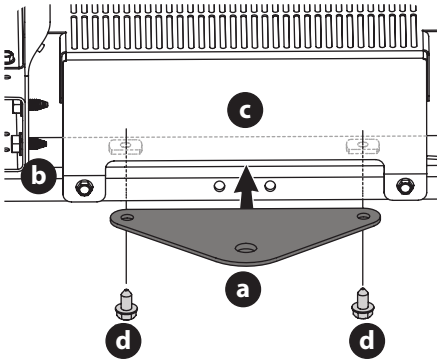

Figure 14
1. Faites glisser la plaque d'attelage (a) entre le châssis (b) et le couvercle arrière (c) de votre appareil (Figure 14).
2. Lorsque les trous de la plaque d'attelage (a) et du châssis (b) sont alignés, insérez les deux boulons hexagonaux (d) dans le châssis (b) et dans la plaque d'attelage (a) (Figure 14).
3. Serrez bien les boulons hexagonaux (d) (Figure 14).